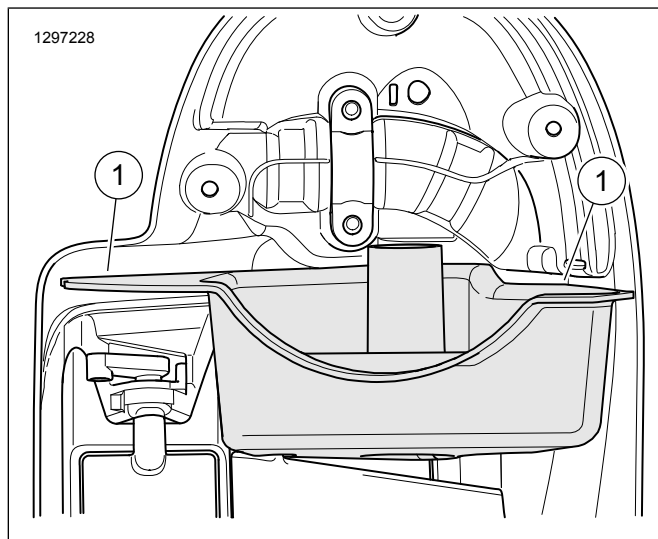

Рисунок 5. Контактная поверхность прокладки нижнего обтекателя
5. См. Рисунок 5 . Подготовьте корпус динамика и нижнюю подставку для установки уплотнения прокладки. Очистите область смесью из 50–70 % изопропилового спирта и 50–30 % дистиллированной воды.